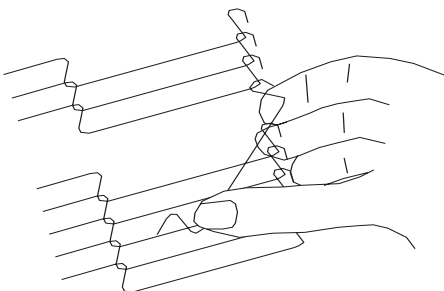

Figure 4-29.
3. Enlevez les maillons maîtres extrêmes des latéraux gauche et droit de la courroie du transporteur tel qu'indiqué sur la Figure 4-29.